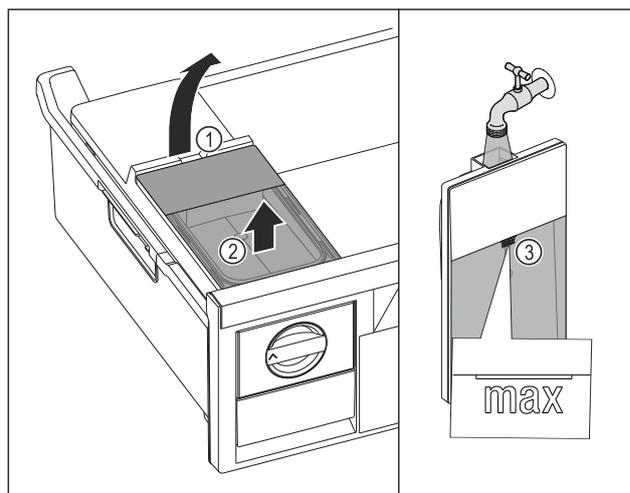

Fig. 85
- ▶ Elevar el depósito de agua por la entalladura Fig. 85 (1).
- ▶ Extraer el depósito de agua hacia arriba. Fig. 85 (2)
- ▶ Llenar el depósito de agua con agua potable hasta la marca Fig. 85 (3).